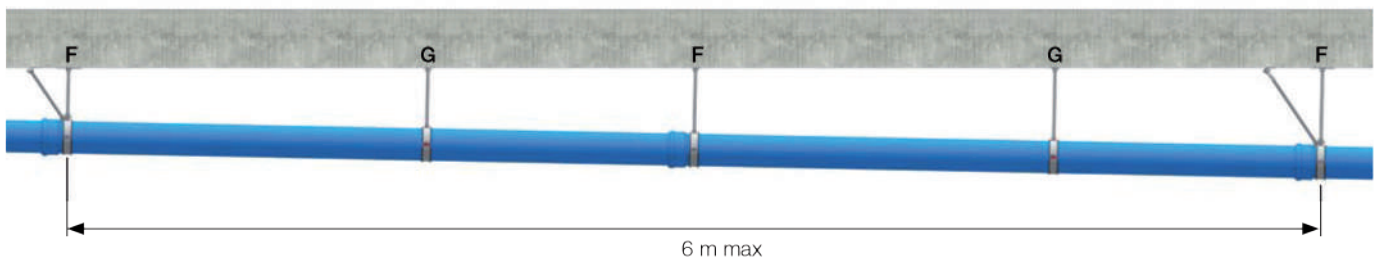

Ilustración 11 – Uso del sistema de sujeción adicional
- ✓ Un soporte adicional para tuberías rectas cada 6 metros que se utilizará junto con las abrazaderas de punto fijo (ilustración 11).